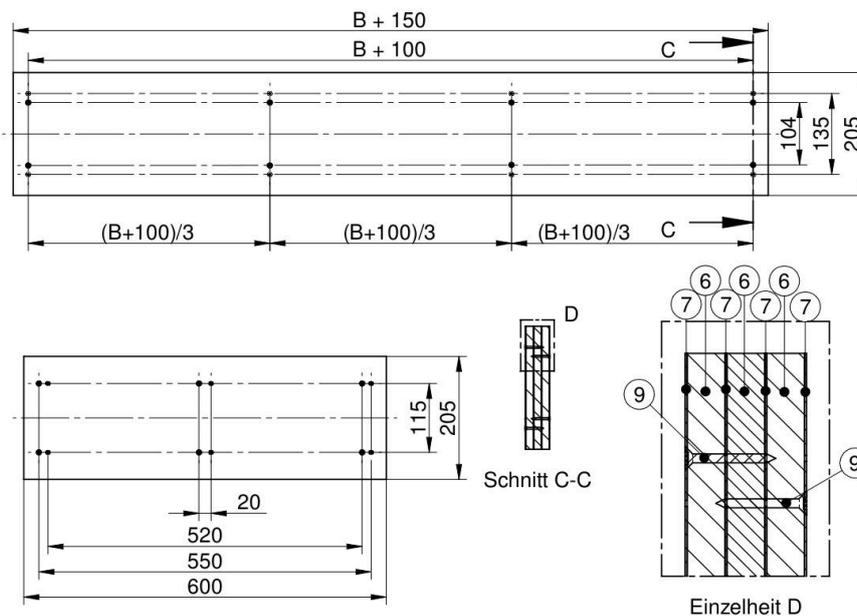

Abbildung 31
- Befestigungspaket zum Anschließen des Antriebes in das Metallständerwerk einbauen. Aufbau des Befestigungspaketes siehe Seite 18, Abbildung 31.